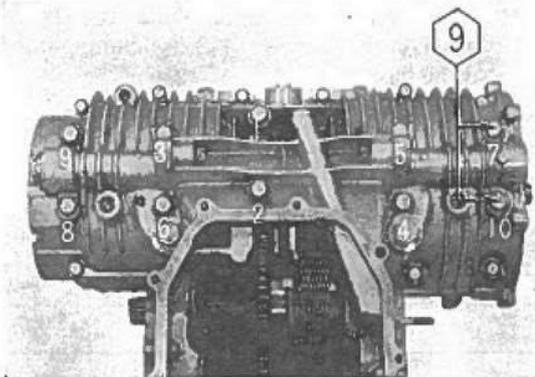

Fig. 3-101 Bulloni da 8 mm.
Tagliare un pezzo di filo plastigage della stessa lunghezza del perno che va misurato. Collocare il pezzo di filo sul cuscinetto parallelamente all'albero motore, montare l'albero e serrare i carter nel modo indicato in fig. 3-101.
2. Piazzare il motore in posizione rovesciata, tenendo bene uniti i due carter ed installare i dieci bulloni da 8 mm. Serrare i bulloni da 8 mm. nell'ordine indicato in fig. 3-101, fino a una coppia di 2,3-2,5kgm. Quindi serrare i tredici bulloni da 6 mm. (fig. 3-102).